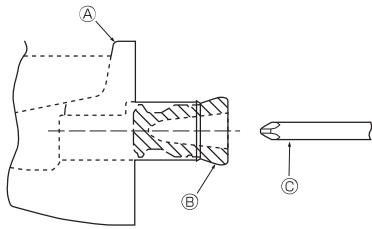

Fig. 5-1
### 5-1 งานเดินท่อระบายน้ำ (Fig. 5-1)
- สำหรับท่อด้านซ้าย ตรวจสอบว่าเสียบจุกยางเข้าทางด้านขวาของช่องท่อระบายแล้ว (Fig. 5-1)